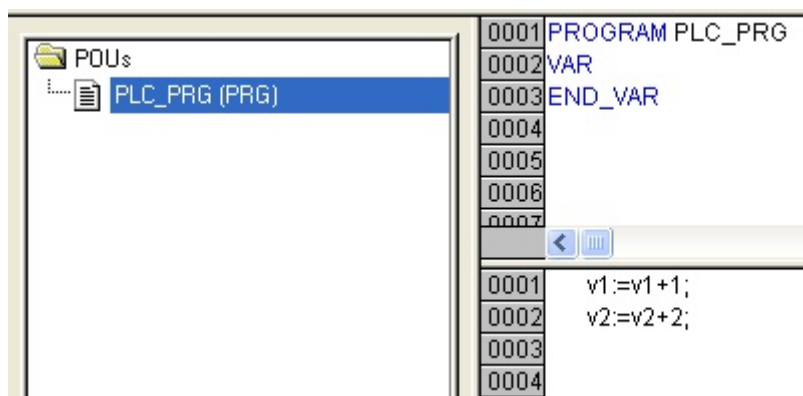

Рис.1.5
6) Создать программу ПЛК, например (Рис.1.5).